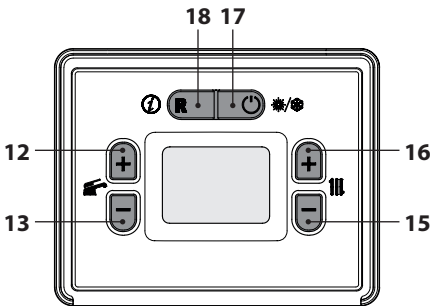

Figura 5.39
- Utilizzando i tasti 15 o 16 (Figura 5.39) è possibile modificare il valore del parametro A49:
- Premendo il tasto 12 o 13 (Figura 5.39) si ottiene la conferma del valore inserito e si ritorna alla lista parametri (Figura 5.40).
- Premendo il tasto 17 (Figura 5.39) si esce dalla "modalità programmazione".